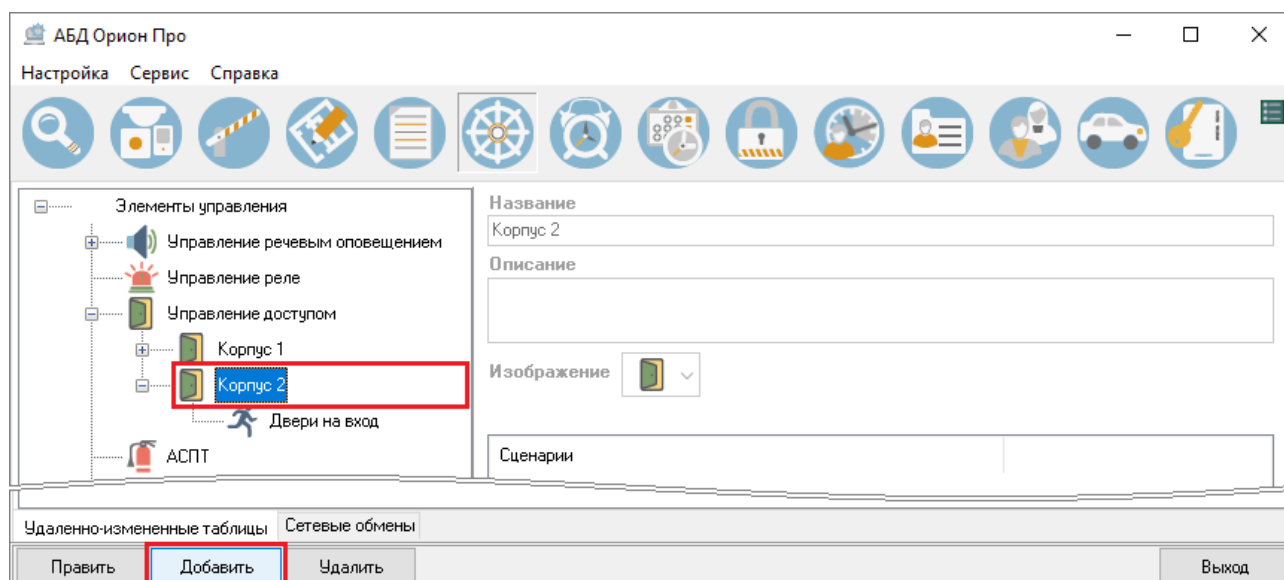

Рисунок 6-680 Добавление элемента управления в дерево управления
- 1) выберите в дереве управления элемент (узел), который будет родительским для нового элемента управления, и нажмите кнопку «Добавить» (см. Рисунок 6-680);